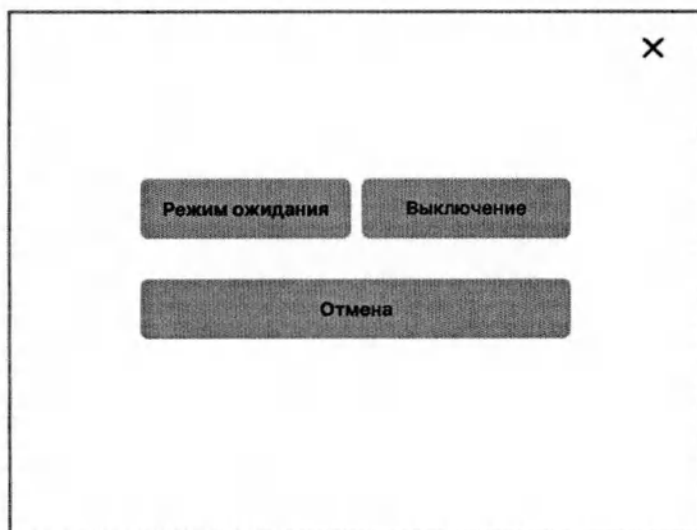

Рисунок 3.22 – Переход в режим ожидания
- 5 Для перехода из режима вентиляции в режим ожидания нажмите кнопку «» кратковременно. В появившемся окне (рисунок 3.22) выберите переход в режим ожидания или выключение аппарата.